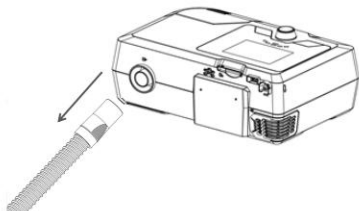

图 3-9
(1) 如图 3-9 所示，握住管路设备端连接头，按图 3-9 所示方向，轴向用力将其与设备出气口断开连接。